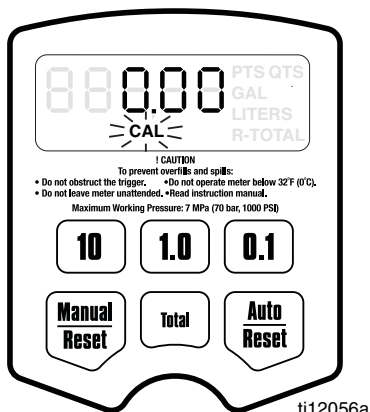

ABB. 26
- c. Drücken Sie die Taste für *Automatik / Zurücksetzen* erneut und halten Sie diese niedergedrückt, um die Anzeige des Menüs Kalibrierung (ABB. 26, Seite 18) zu erhalten. Wenn dieses Menü angezeigt wird, blinkt CAL auf dem Bildschirm.
**Kalibrierung (ABB. 26)**